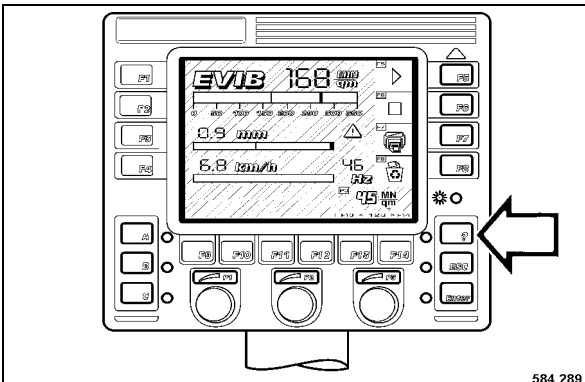

Fig. 79
- Appuyer sur la touche "?" (Fig. 79) pour passer sur l'écran des menus.